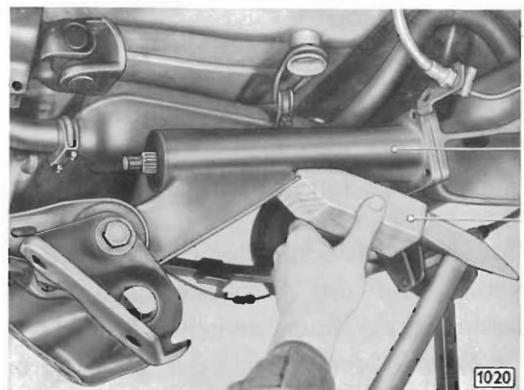
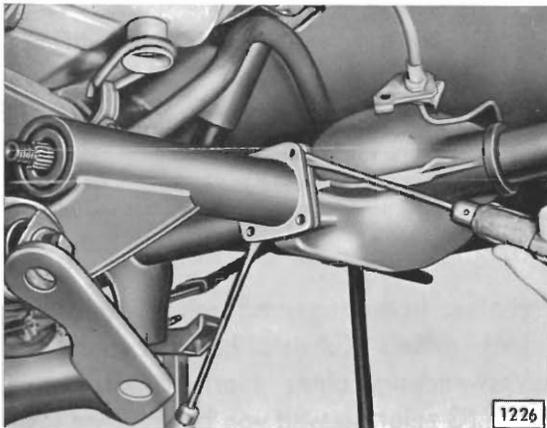

Bild 53 - Hinterachsverlängerung zum Ansetzen von zwei starken Schraubenziehern etwas von Hinterachse lösen
Bild 54 - Hinterachsverlängerung von Hinterachse und Antriebkegelrad mit zwei starken Schraubenziehern abdrücken
5. Hinterachsverlängerung mit Hinterachsgeelenk mittels Kunststoffhammer und unter Verwendung eines Hartholzklotzes, wie Bild 53 zeigt, so weit von Hinterachse lösen, bis sich zwei starke Schraubenzieher, deren Lage aus Bild 54 hervorgeht, zwischen Hinterachsverlängerung und Achse ansetzen lassen.
6. Mit Schraubenziehern Hinterachsverlängerung von Achse und Antriebkegelrad abdrücken (Bild 54) und abnehmen.